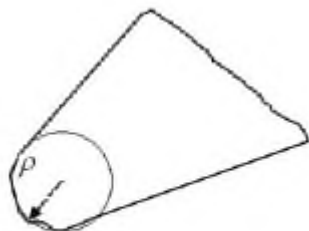

Рис. 12.
**Значение радиуса закругления  $\rho$  (рис. 12), которое принимает режущая кромка острого стального зуба пилы, соответствует величине, мкм**